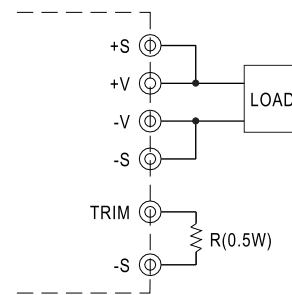

图3.2输出电压调整
- (1) 如图所示3.1, 在额定输出的70~100%(Typ.)间电压可调
- (2) 如图3.2所示, 在CN1或CN2的TRIM和-S间连接一个外部电阻
- (3) +S & +V, -S & -V也需要连接到CN1或CN2.